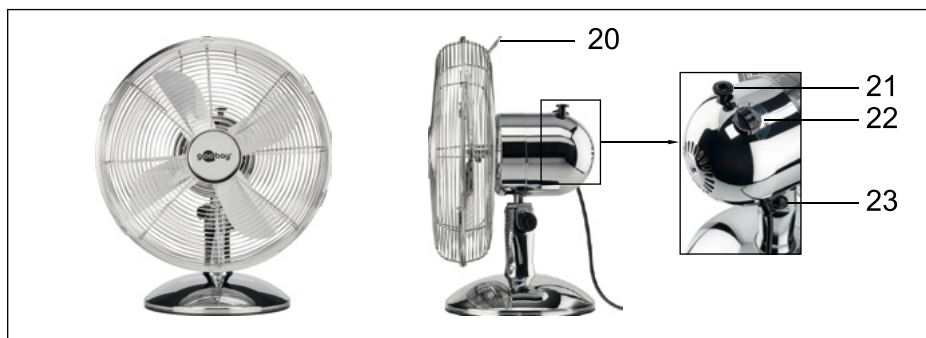

Fig.45: Ventilador de mesa montado
**Activada:** Empuje la clavija para ajustar la rotación (21, fig. 45) en la carcasa del motor.